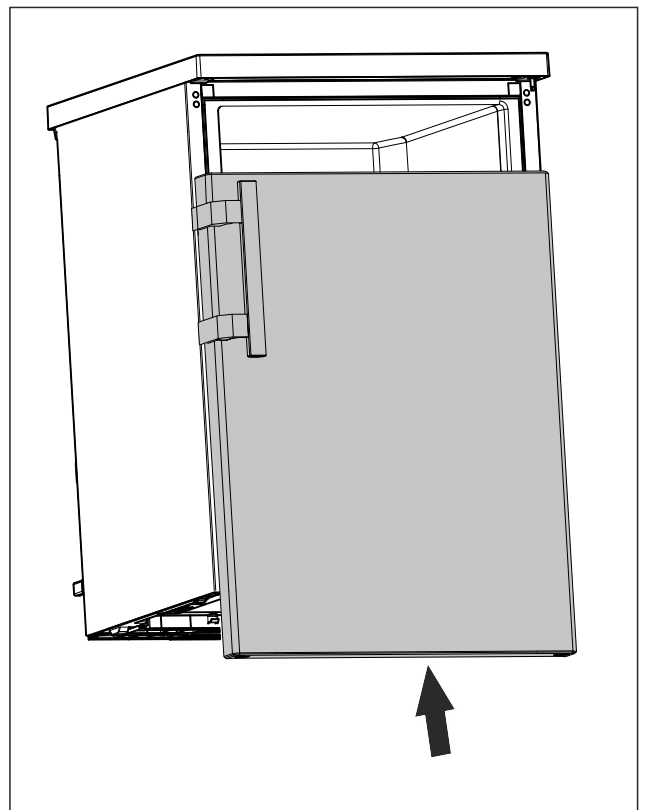

Fig. 23
- ▶ Vrata v zaprtem stanju potisnite na zgornji sornik. (glejte Fig. 23)